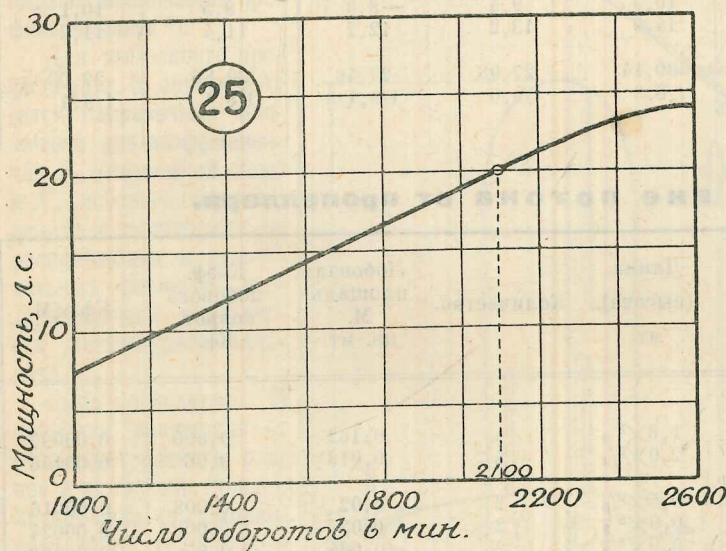

Рис. 25. Зависимость мощности мотора от его числа оборотов в мин.
1. Мощность мотора $M = 20$ л. с., при 2100 оборотах в минуту. Зависимость мощности мотора от его числа оборотов (характеристика мотора) представлена на рис. 25.
Число оборотов n пропеллера предполагается постоянным для всех случаев полета, что весьма близко к действительности (имеется запас мощности мотора около 4 л. с., — рис. 25).
Легко видеть, что угол установки крыльев (их хорды) относительно оси фюзеляжа может быть принят равным 0° , так как, при горизонтальном полете, имеющийся избыток мощности 1,3 л. с. может быть сведен к нулю, приблизительно при 1970 оборотах мотора в минуту (рис. 25); при полете же на высоте, скажем, 1000 метров, этот избыток мощности не только поглотится, но необходимо будет, сверх того, еще увеличить угол атаки крыльев.